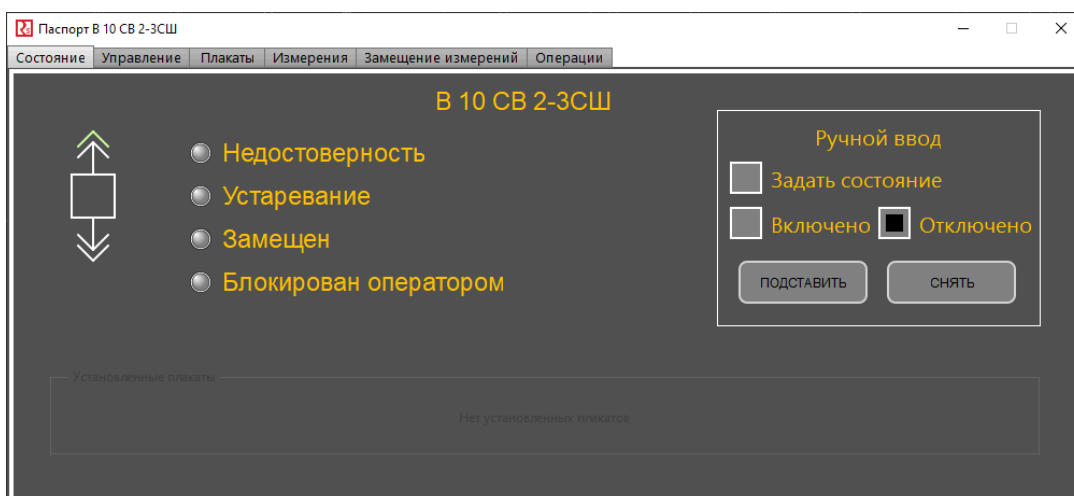

Рисунок 86 - Подстановка/Снятие
4. На вкладке **Состояние** выполните подстановку, затем снятие (Рисунок 86).